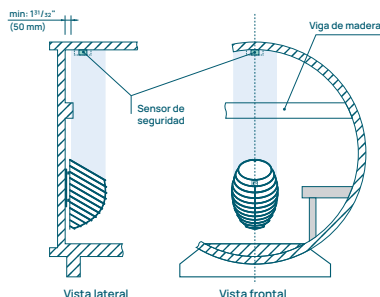

Figura 10. Instalación del sensor de seguridad en el techo de saunas de barril: calentador montado en la pared
- Instale el sensor de seguridad en el techo en caso de que su sauna cilíndrica tenga una viga de madera en la pared donde está instalado el calentador para garantizar el funcionamiento óptimo del sensor. Figura 10.